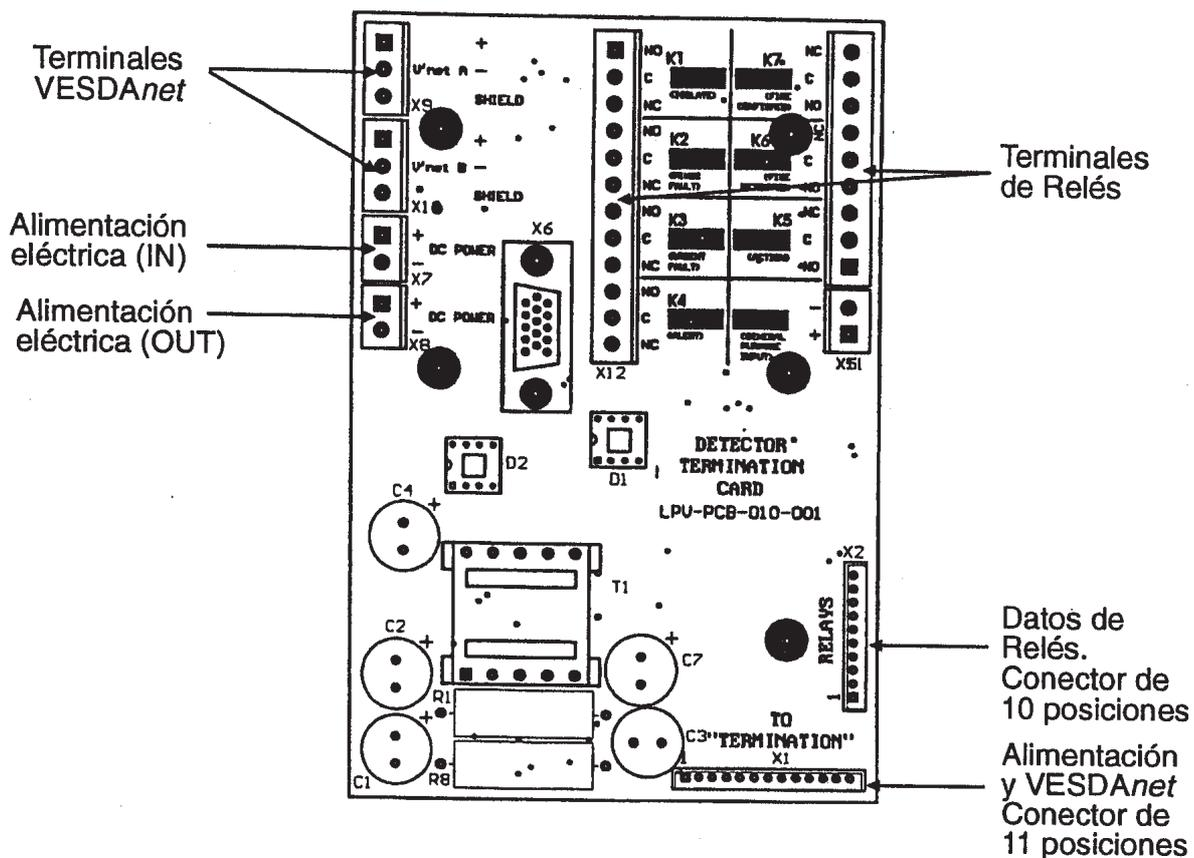
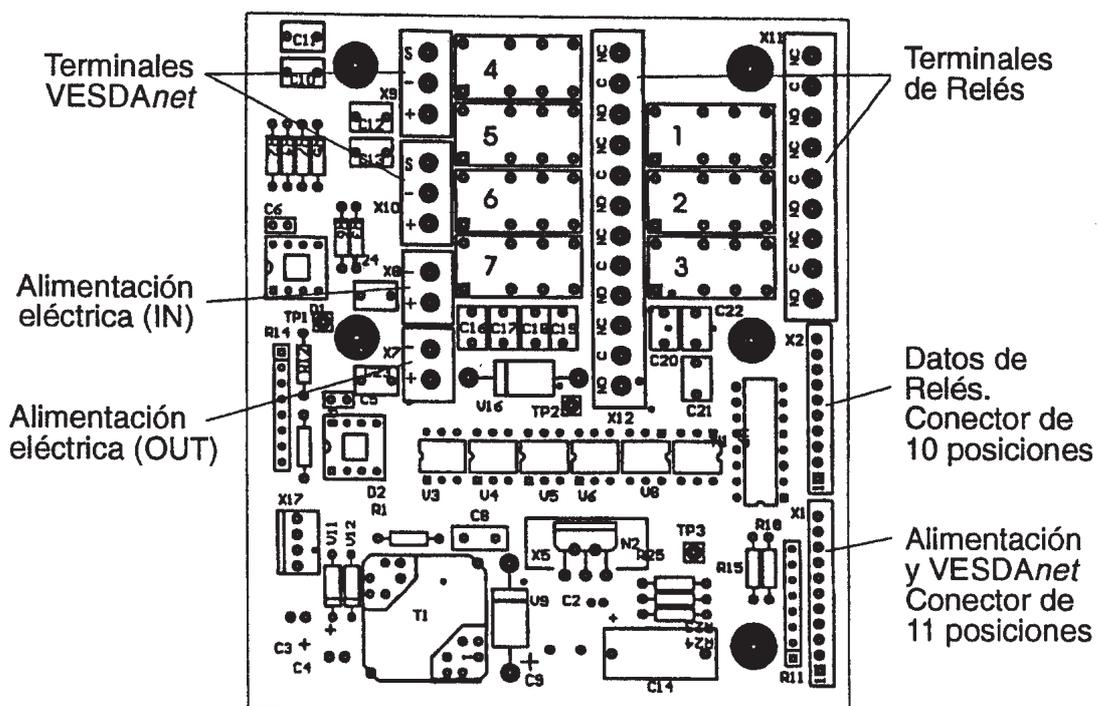

Figura 9. Tarjeta de Terminales del Detector, con conexiones marcadas.
Figura 10. Tarjeta de Terminales de Unidad Remota con terminales marcados.
3. Conectar los cables a la Tarjeta de terminales en la caja de montaje. La posición de los terminales se indica en la Figura 9 y en la Figura 10. En cualquier caso ver más detalles en las Secciones 2.5 a 2.7 de este Capítulo.
Ver la Figura 9 y la Figura 10. Se dispone de siete relés tanto en la Tarjeta de Terminales del Detector como de la Unidad Remota. Se utilizan para enviar información desde un elemento en la red VESDAnet a dispositivos exteriores. Por ejemplo un relé puede activar una señal de alerta de evacuación.